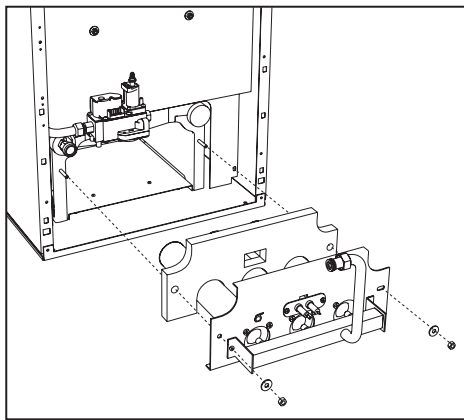

fig. 23 - Smontaggio bruciatori
- Svitare i due dadi che fissano la porta della camera di combustione agli elementi in ghisa della caldaia (fig. 23)